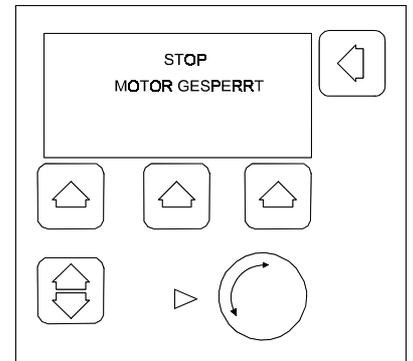

Bild 4-11 Hinweis „Motor gesperrt“
1. Wahlschalter Motor auf »0« stellen. Im Display erscheint die Meldung gemäß Bild 4-11.